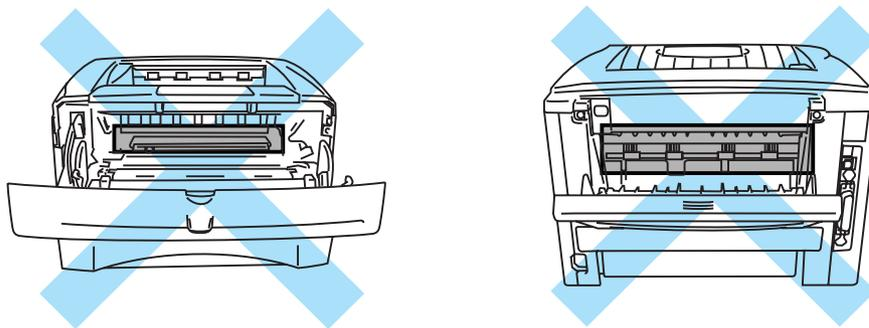

Figura 6-2
**⚠** Si la impresora ha estado en uso recientemente, algunas piezas internas estarán excesivamente calientes. Al abrir la cubierta delantera o la bandeja de salida cara arriba de la impresora, nunca toque las partes sombreadas que se indican en la Figura 6-2.